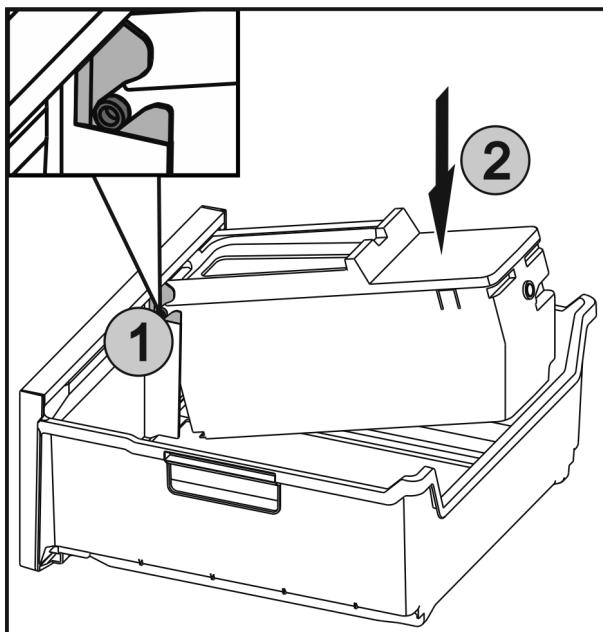

Fig. 62
- Вставити осі Fig. 62 (1) на EasyTwist-Ice у напрямні та натискати на задню сторону Fig. 62 (2) до фіксації накладки.